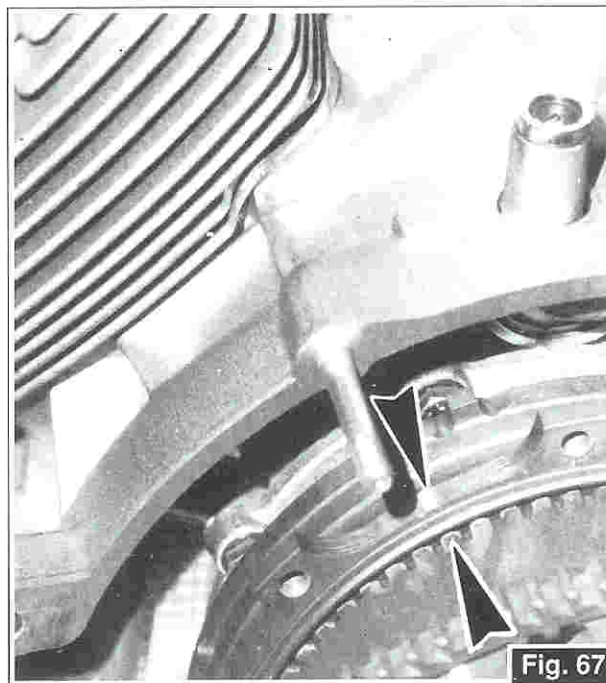

Fig. 67
- Nel rimontare il pacco frizione fare attenzione che il riferimento stampigliato su un dente del piatto spingimolle sia allineato con i riferimenti stampigliati sul volano (Fig. 67).
- When reassembling the clutch plate assembly make sure that the reference marks on a tooth of the spring pressure plate are lined up with the reference marks on the flywheel (Fig. 67).